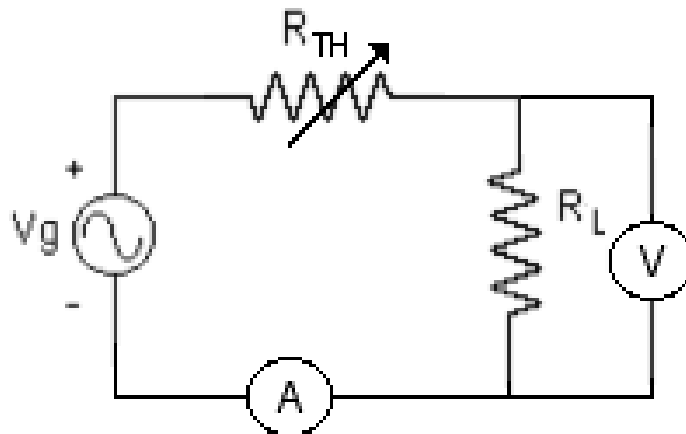

Figura 7.5.- Circuito para comprobar el teorema de Máxima Transferencia de Potencia con R_{TH} variable utilizando amperímetro y voltímetro
15.- Para comprobar el Teorema de Máxima Transferencia de Potencia cuando la resistencia de carga R_L es fija y es posible variar la resistencia equivalente del circuito (R_{TH}), monte el circuito indicado en la Figura 7.5, utilizando en este caso el amperímetro y el voltímetro analógicos, colocando una resistencia R_L del valor indicado por su profesor y conectando la década en la posición de R_{TH} . Mida los valores de voltaje y corriente en la carga para un rango amplio de valores de R_L y registre estos datos en la siguiente tabla, a fin de poder graficar P_{RL} en función de R_{TH} . Recuerde que ahora los instrumentos están midiendo valores rms.